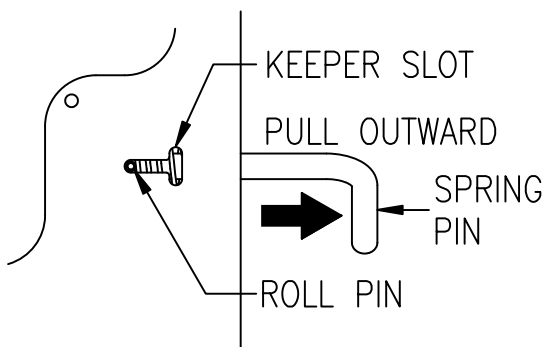

Bild 14. Feder Zapfen Funktion G10604
2. Ziehen Sie den Federzapfen nach aussen auf die Halte Position in der Führung, siehe Bild 14.